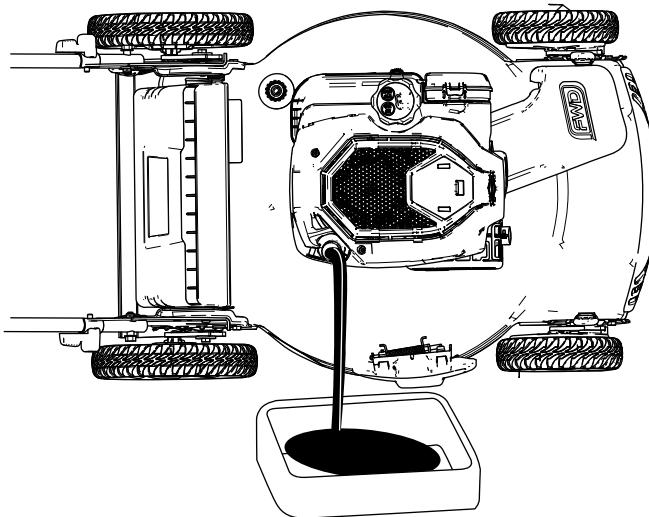

図 27
4. エアフィルタが下になるように機体を横に傾けて、エンジンオイル補給口からエンジンオイルを抜く図 27。